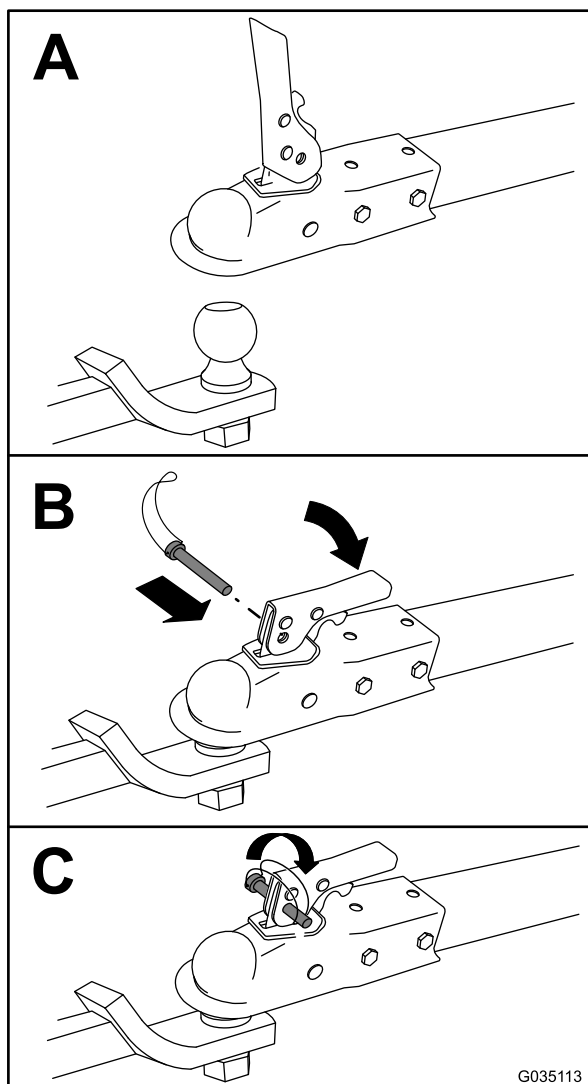

Figure 13
6. Attelez la machine comme montré à la Figure 13.